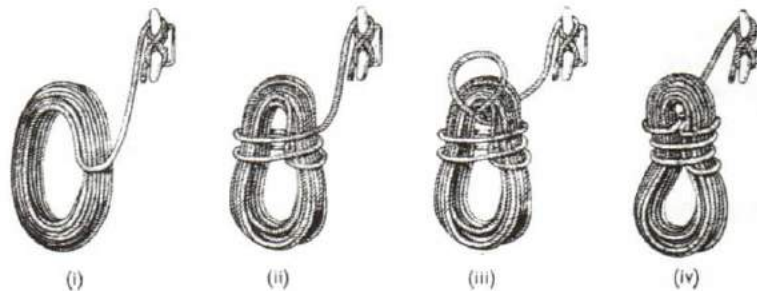

Figure 10-16
9. The procedure for hanging a large coil on a cleat is detailed in Figure 10-16.
9. La méthode de suspension d'une lourde glène à un taquet est illustrée à la figure 10-16.